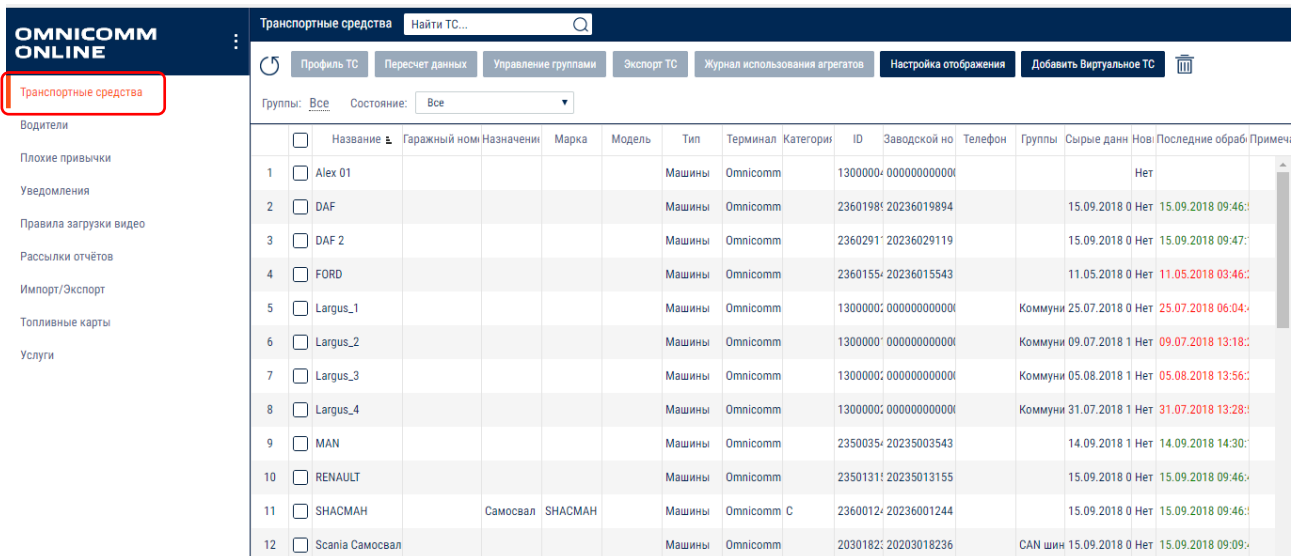

Рисунок 1.15 – Окно **Администрирование**
9. Будет открыто новое окно (рисунок 1.15).